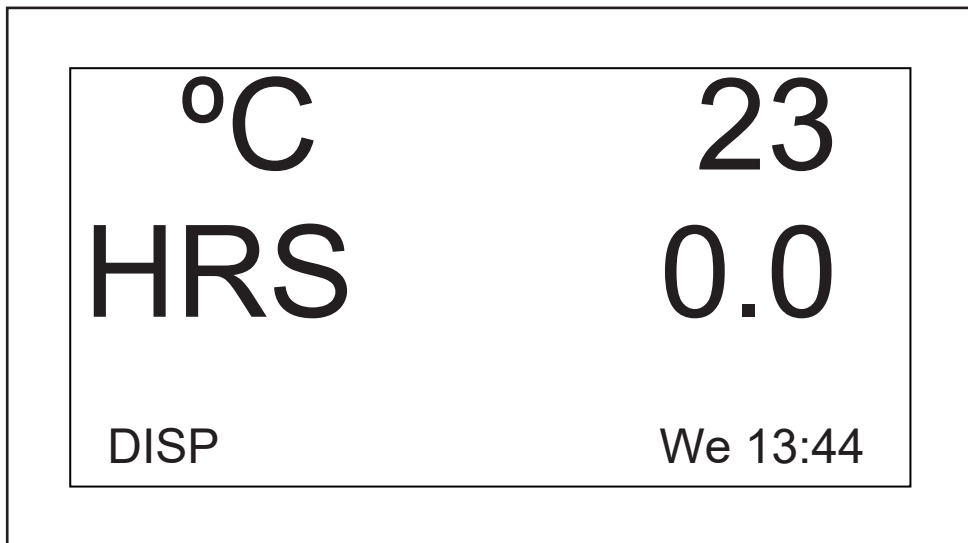

Fig. 9-2: Parametro visualizzato modificato
4. Far scattare la manopola premendola per impostare e salvare il parametro (vedi Fig. 9-2 a pag. 51).